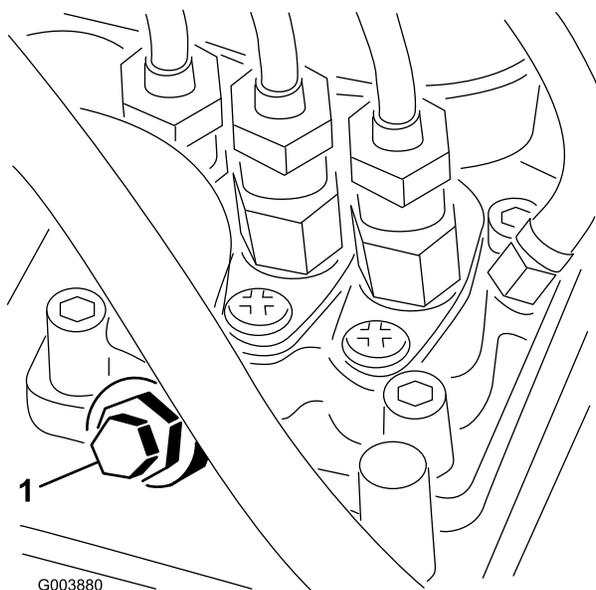

Figure 15
3. Desserrez la vis de purge sur la pompe d'injection (Figure 15).